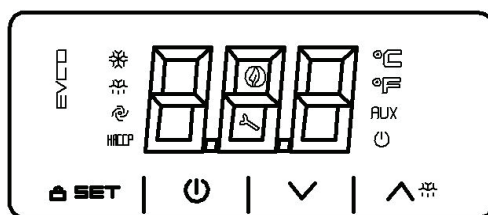

Рис. 3 Блок управления EV3B22
7.2.1.1 Контроллер EV3B22 обеспечивает: поддержание температурного режима в камере, индикацию температуры, включение звуковой сигнализации при выходе температуры в камере за установленные пределы, автоматическое отключением вентилятора при открытой двери холодильника. Датчик температуры размещается внутри камеры холодильника. Органы управления выведены на панель управления холодильника (рис.3):